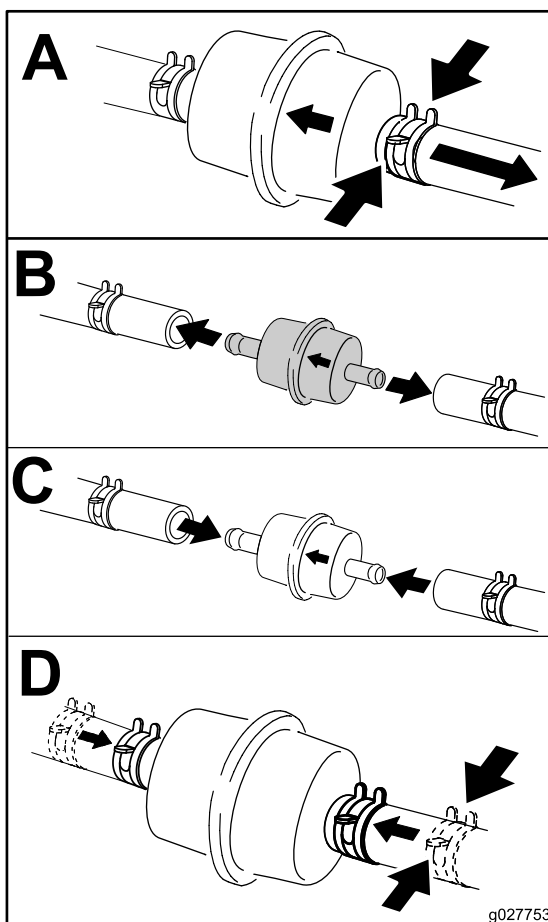

Figura 53
5. Cambie el filtro de combustible (Figura 53).